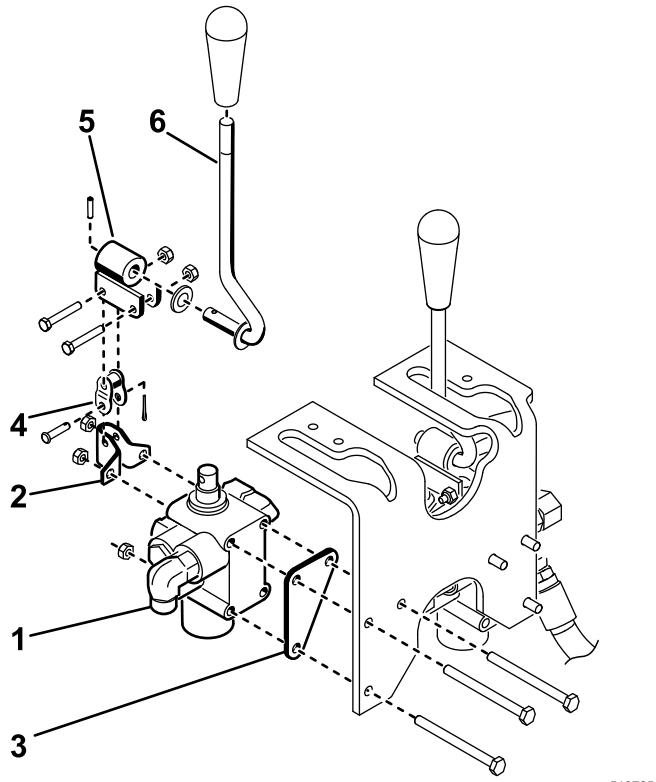

図 8
2. 1/4 x 3" ボルト3本とロックナット3個を使って、バルブアセンブリ、ピボットブラケット、およびバルブプレートをフレームに取り付けまる(図 8)。取り付ける際に、バルブプレートをフレームメンバーの前面に配置し、留め具を1012 N·m(1.081.30kgm)のトルクで締め付ける。
3. ボルト (#10 x 1-1/4")2本とロックナット2個を使って、ピボットレバー アセンブリをバルブスプールとオフセットリンクに振り止めする(図8)。